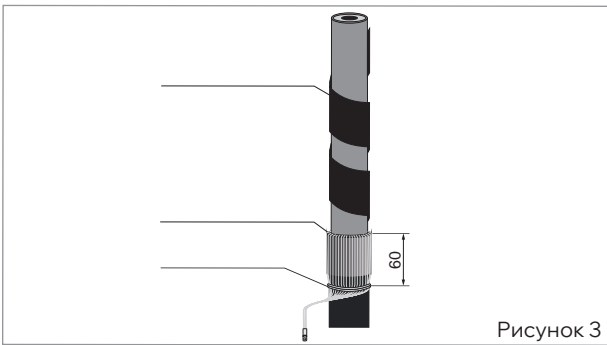

Рисунок 3
- Собрать проволоки экрана, заплести их в косичку и оконцевать наконечником (рис. 3).